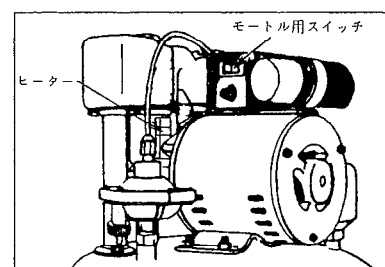

図3
① 夜など長時間使用しない場合は、次の要領でタンク及び配管内の水を降水させます。
- ❶ モートル用スイッチでモートルの電源を切ります。……………図3
- ❷ 吐出管の給水栓及び止水栓を開き吐出管内の水を排水します。
- ❷ モートル用スイッチでモートルの電源を入れます。……………図3